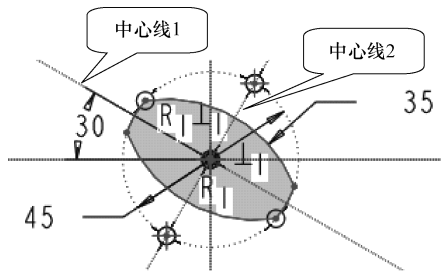

图 6-121 草绘截面
(5) 单击对话框中的【创建或编辑截面】按钮，进入草绘界面，草绘截面，注意草绘中心线的顺序，定义约束并标注尺寸，如图6-121所示。